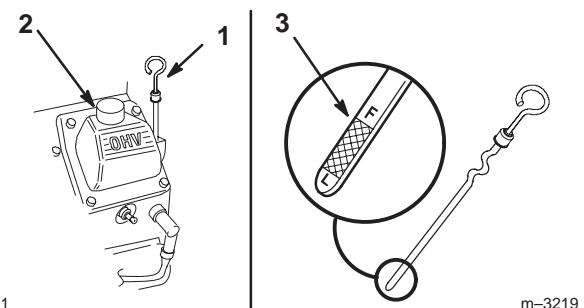

Figure 40
- Nettoyez la surface autour de la jauge d'huile (Fig. 40) pour éviter que des impuretés ne s'introduisent dans le goulot de remplissage, ce qui risquerait d'endommager le moteur.
- Sortez la jauge d'huile et essuyez soigneusement l'extrémité métallique (Fig. 40).
- Enfoncez la jauge complètement dans le goulot de remplissage. Sortez de nouveau la jauge et examinez l'extrémité métallique (Fig. 40). Si le niveau est bas, versez lentement une quantité d'huile suffisante dans le goulot de remplissage pour amener le niveau au repère du plein (F).
- Versez lentement environ 80% de la quantité d'huile spécifiée dans le goulot de remplissage (Fig. 40) (voir Changement de l'huile moteur et du filtre, page 35).